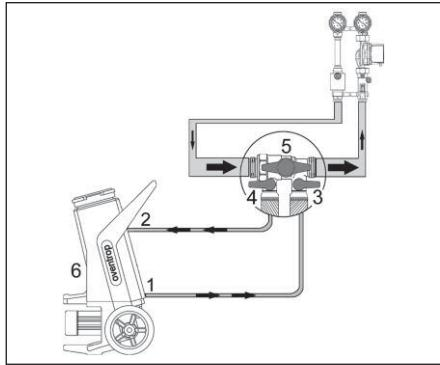

Abb. 6.9 Befüllen über Befüll- und Spülarmatur
- Schließen Sie die Befüll- und Spülarmatur einerseits an der Solarstation und andererseits an der Befüllstation an (Abb. 6.9). Dabei unbedingt die Durchflussrichtung der Förderpumpe beachten!